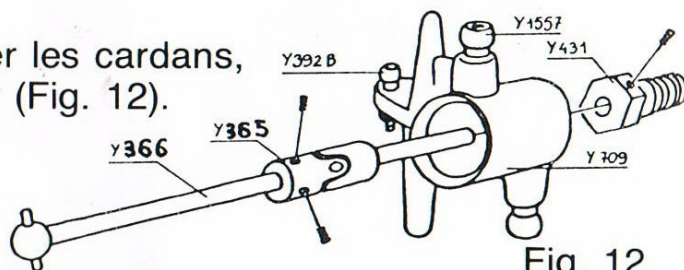

Fig. 12
- Emmancher les cardans, sans bloquer (Fig. 12).